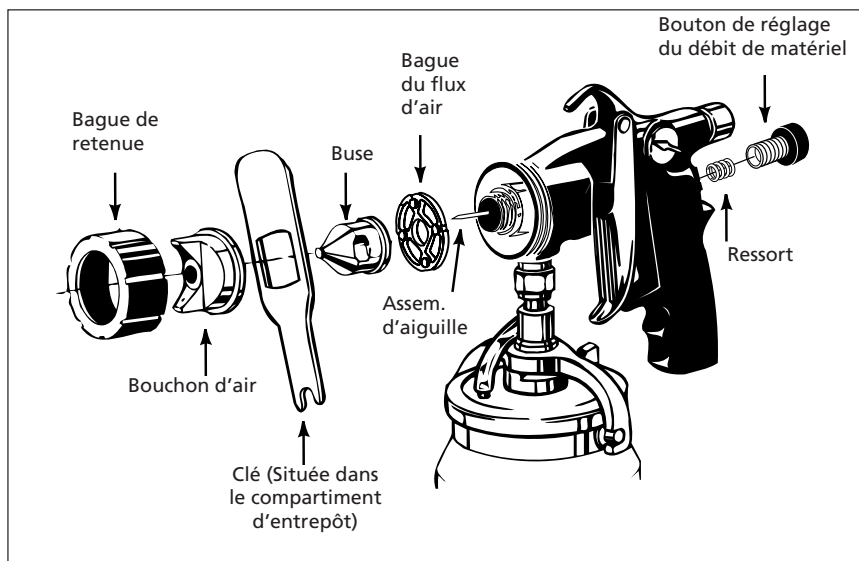

Figure 5 - Installation d'aiguille/buse
5. Enlever la bague de retenue, le bouchon d'air, la buse, le bouton de réglage du matériel, le ressort et le montage d'aiguille (Fig. 5).